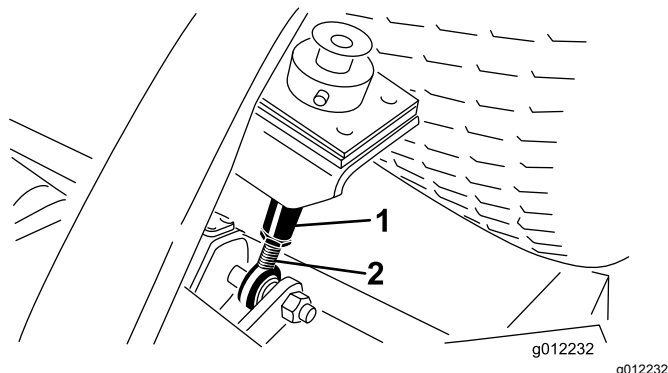

Figura 17
6. Desaperte as porcas de retenção na parte inferior das barras da altura de corte (**Figura 17**).